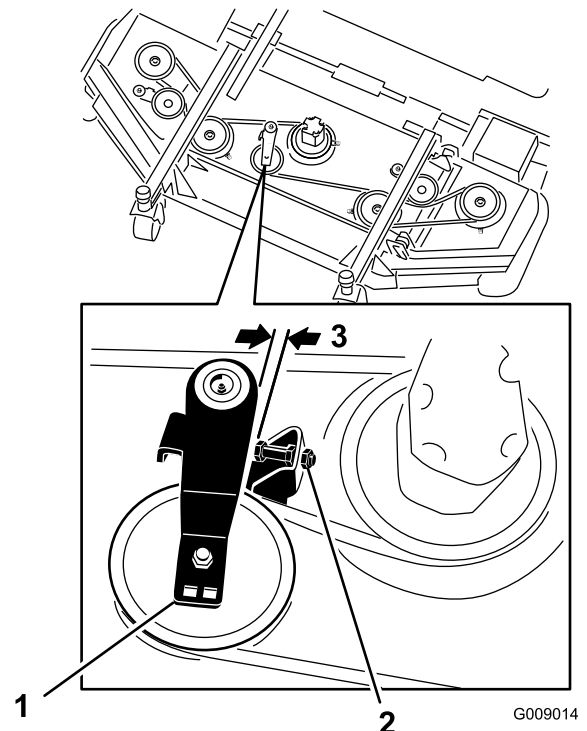

図 82
2. 前デッキで、アイドラプーリのストップねじのジャムナットをゆるめ、ストップねじをブラケットまで進める (図 82)。
3. ラチェットレンチのようなものを使って、アイドラプーリ (図 82) を駆動ベルトから離してベルトの張りをなくし、デッキプーリからベルトを外す。